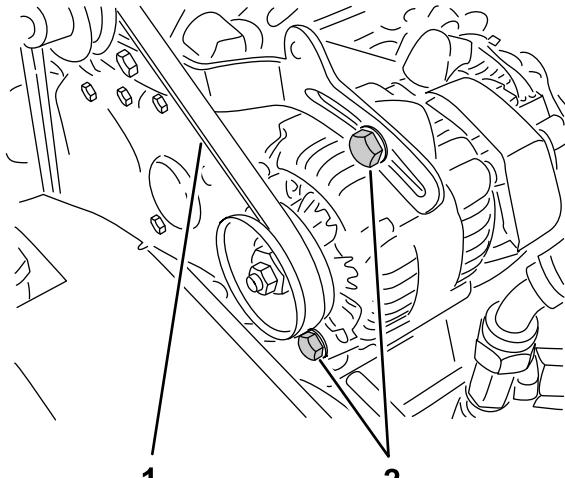

Рисунок 62
2. Проверьте натяжение, надавив на ремень посередине между шкивами коленчатого вала и генератора с усилием 10 кг (Рисунок 62).
- A. Ослабьте 2 болта крепления генератора (Рисунок 62).
- B. С помощью рычага поверните генератор до достижения требуемого натяжения ремня, после чего затяните болты крепления (Рисунок 62).